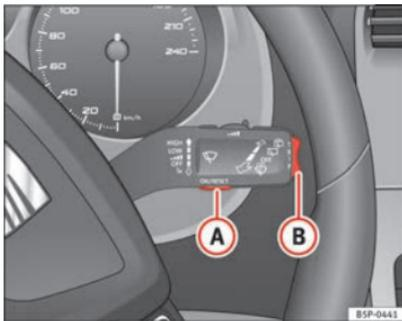
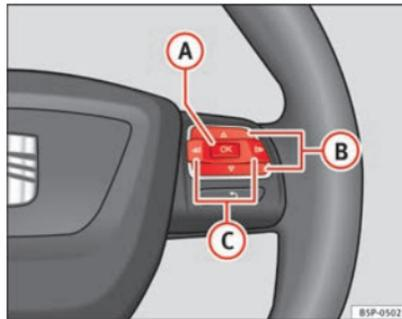

Abb. 44 Scheibenwischerhebel: Taste A zum Bestätigen von Menüpunkten und Wippe B zum Wechseln der Menüs
Abb. 45 Bedienelemente am Lenkrad: Taste A zum Bestätigen der Menüpunkte und Tasten B zum Wechseln der Menüs
- Zum Aufrufen des Menüs „Einstellungen“ drücken Sie die Taste **C** ⇒ Abb. 45, bis die entsprechende Anzeige am Display erfolgt. Nun befinden Sie sich in diesem Menü.
- Zum Umschalten zwischen den Speichern drücken Sie bei eingeschalteter Zündung kurz die Taste **(A)** ⇒ Abb. 44 ⇒ Seite 67 am Scheibenwischerhebel oder die Taste **OK** am Multifunktionslenkrad ⇒ Abb. 45 ⇒ Seite 67.
In der Multifunktionsanzeige können Sie durch Betätigen der Wippe **(B)** ⇒ **Abb. 44** ⇒ Seite 67 am Scheibenwischerhebel oder durch Drücken der Taste **(Δ)** bzw. **(▽)** ⇒ **Abb. 45** am Multifunktionslenkrad\* die folgenden Daten abfragen.